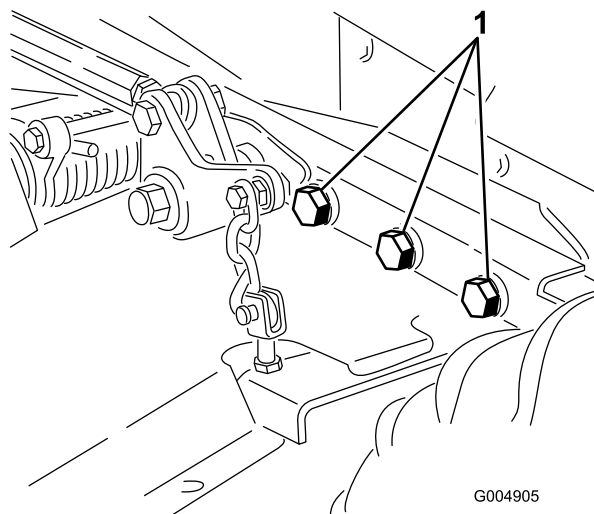

Figure 66
4. Vérifiez le serrage de toutes les fixations et resserrez-les au besoin. Serrez tout particulièrement les 6 boulons qui fixent le cadre du plateau de coupe au groupe de déplacement (Figure 66) à 359 Nm.